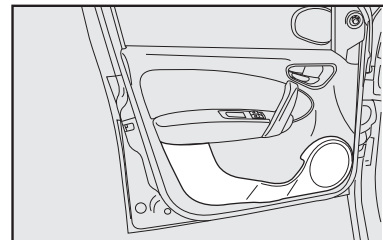

fig. 63
- painéis de portas **fig. 63**;